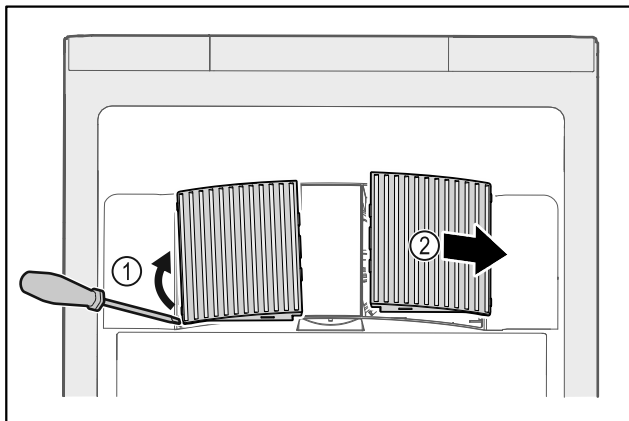

Fig. 133
- ▶ Z boku opatrně vytáhněte ventilátorové kryty Fig. 133 (1) a sejměte je směrem dopředu Fig. 133 (2).